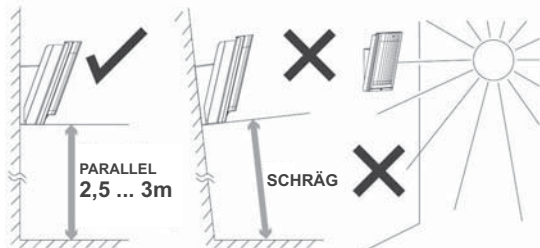

Abb. 1
- Der Melder muss so montiert werden, dass die untere Fläche des Meldergehäuses ganz parallel mit der Ebene des überwachten Raumes wäre (entweder direkt an die Wand, ggf. falls Ausrichtung gewünscht wird, kann das mitgelieferte Gelenk benutzt werden). Diese Bedingung beeinflusst deutlich die Empfindlichkeit gegen Fehlalarme (Abb.1).